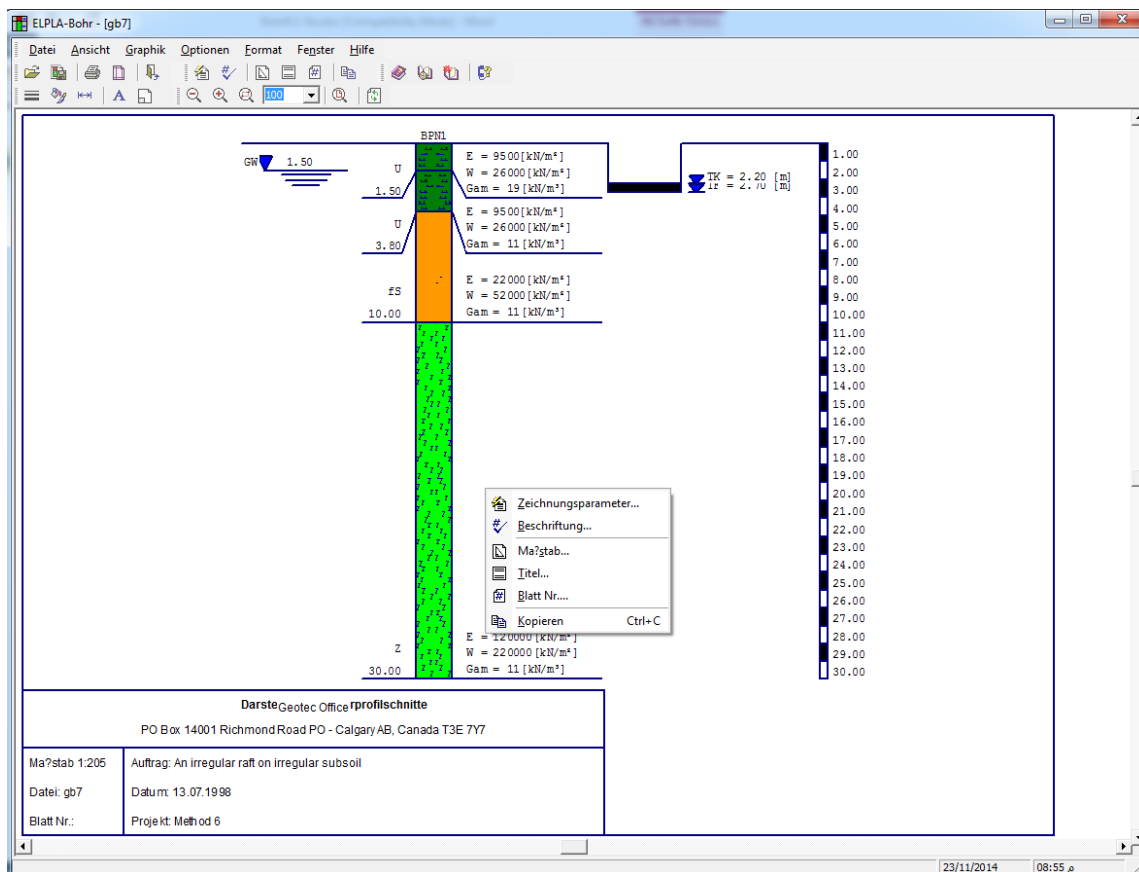

Bild 45 Pop-up-Formatmenü
- Durch Klicken mit der rechten Maustaste auf dem Bildschirm erreichen Sie das Popup - Formatmenü (Bild 45).